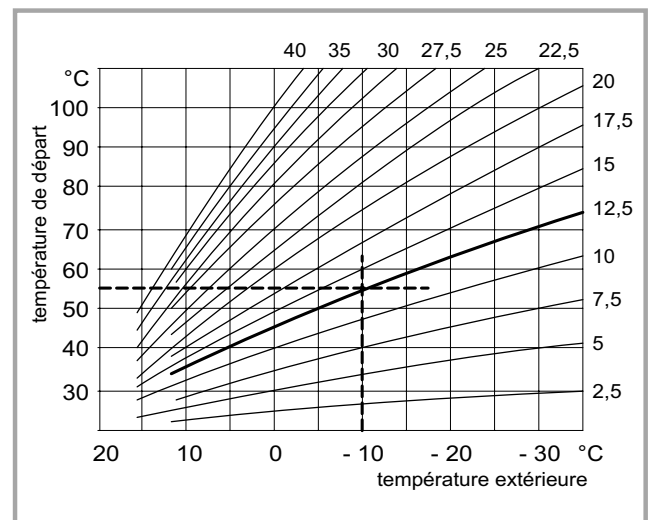

Fig. 31 - Pente de chauffage
Choix de la pente de la courbe de chauffe (fig. 31)
- Choisir la pente de la courbe de chauffe selon la méthode décrite au paragraphe "Réglage de la pente de chauffage". Voir figure 31 page 31.
- Choisir la pente de la courbe de chauffe selon la méthode décrite au paragraphe "Réglage de la pente de chauffage". Voir figure 31 page 31
- Choisir la pente de la courbe de chauffe selon la méthode décrite au paragraphe "Réglage de la pente de chauffe". Voir figure 31 page 31